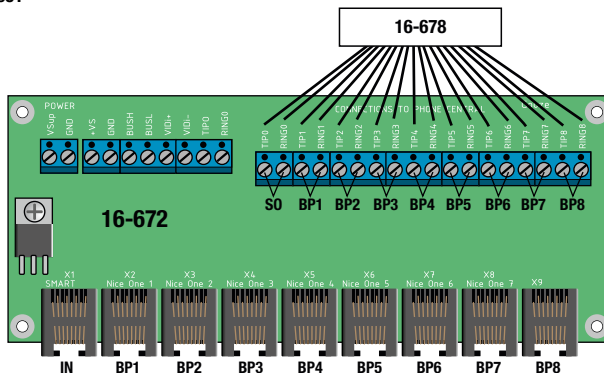

fig.2: een telefooncentrale op de splitter aansluiten
- Sluit de analoge telefoonlijnen aan op het connectorblok binnenin de videosplitter (fig.2).